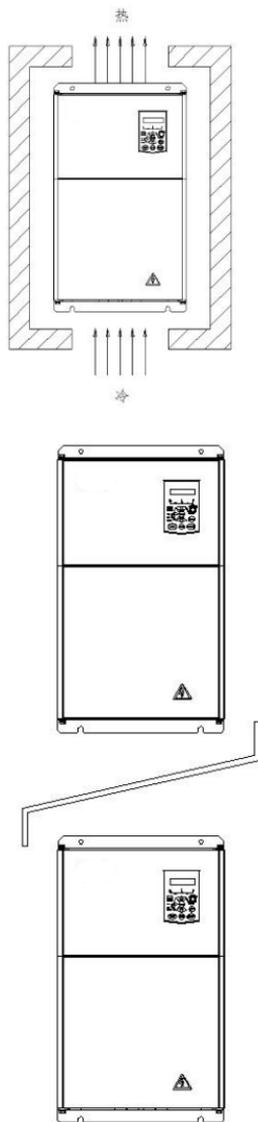

图3-1 隔热导流板安装示意图
- 1) 请垂直安装变频器，便于热量向上散发，但不能倒置；若柜内有较多变频器时，最好是并排安装；在需要上下安装的情况，请参考图3-1的示意，安装隔热导流板。
- 2) 安装空间遵照图3-1所示，保证变频器的散热空间，但布置时请考虑柜内其它器件的散热情况。